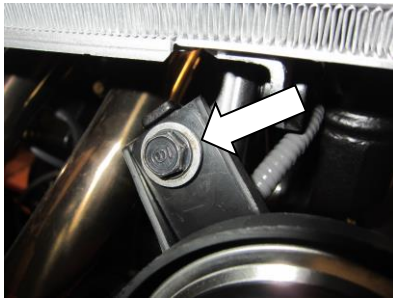

ABBILDUNG 13
- Entfernen Sie die Schraube in Abbildung 13, um die Hupe zu entfernen.